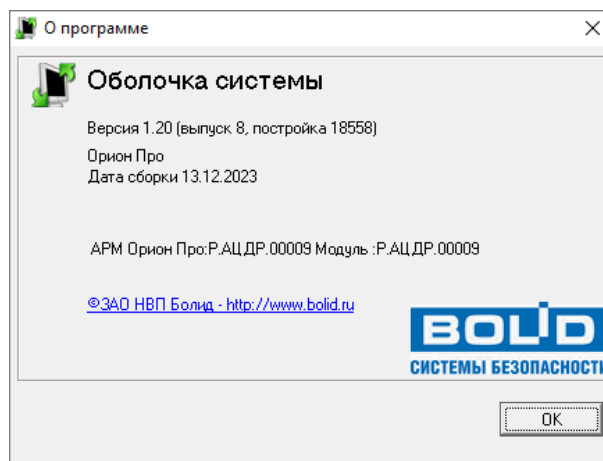

Рисунок 5-5 Информационное окно "О программе"
- **О программе** – вызов информационного окна «О программе» (см. Рисунок 5-5), где содержится информация о программе (о версии, сборке и т.п.)
О программе	Кнопка вызова информационного окна «О программе» (см. Рисунок 5-5). В режиме редактирования окна «Основные настройки и параметры» кнопка недоступна